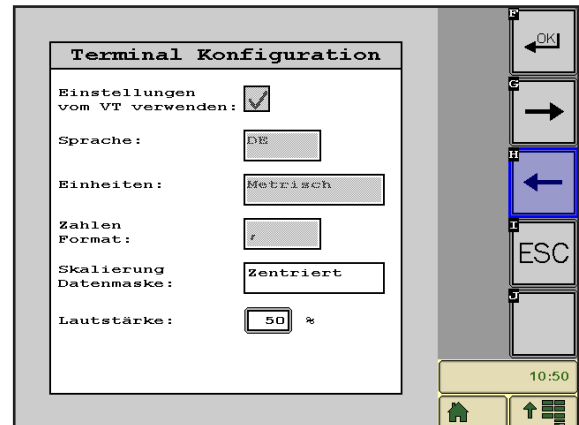
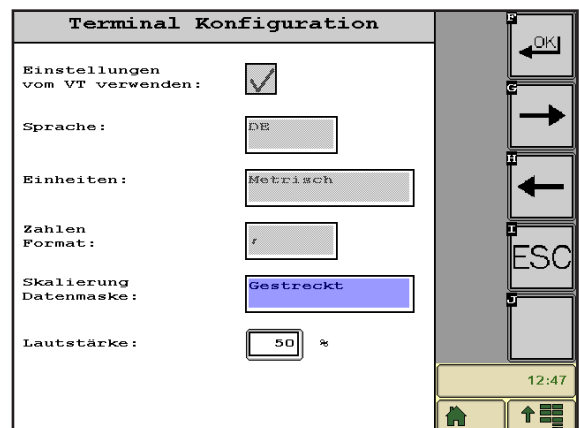

Abb. 15: Terminal Konfiguration – Seite 1
Abb. 16: Skalierung Datenmaske „Gestreckt“
Auf der ersten Seite können Sie die nachfolgend beschriebenen Einstellungen vornehmen (siehe Abb. 15).
- Skalierung Datenmaske (Zentriert, Gestreckt): Anpassung der Datenmaske an die Auflösung des Terminals. Standardmäßig ist „zentriert“ gewählt (vgl. Abb. 15 und Abb. 16).